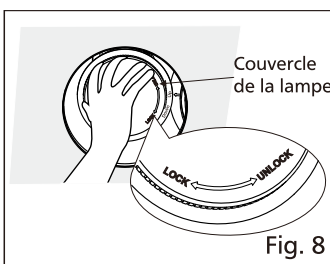

Fig. 8
11. Déverrouiller le couvercle de la lampe. (Voir Fig. 8)
2. Déverrouillez le couvercle de la lampe. (Voir Fig. 8)